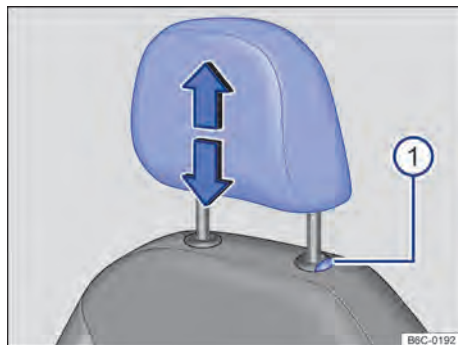

Fig. 66 Apoio para cabeça dianteiro: desinstalar.
- Retirar o apoio para cabeça com o botão → Fig. 66 Ⓜ️ pressionado. ▶
- Empurrar o apoio para cabeça totalmente para baixo com o botão → Fig. 66 ① pressionado.